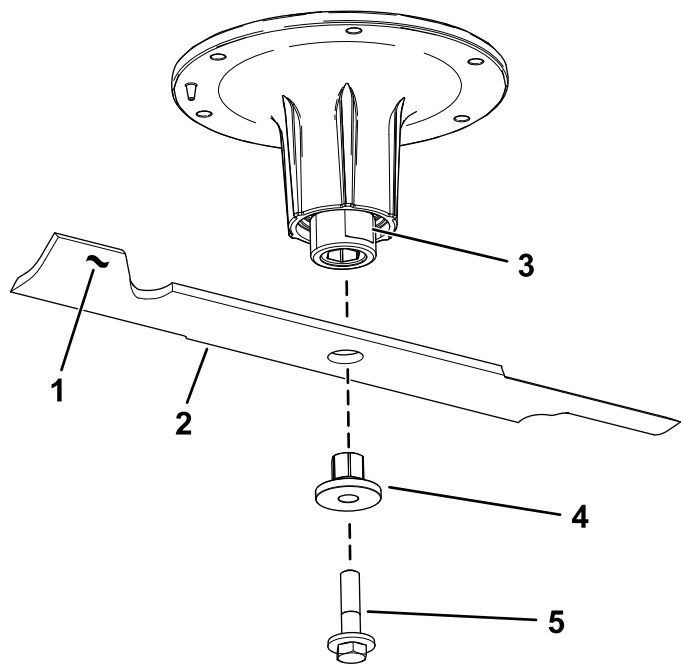

Figura 74
2. Retire el perno de la cuchilla, el casquillo y la cuchilla del eje (Figura 74).